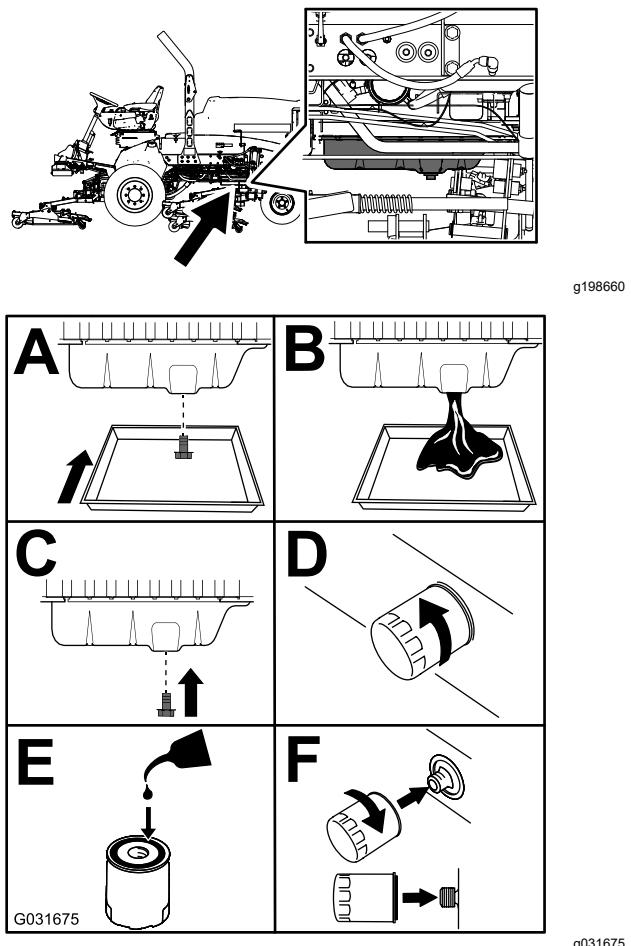

Figura 46
3. Substitua o filtro e o óleo do motor (Figura 46).